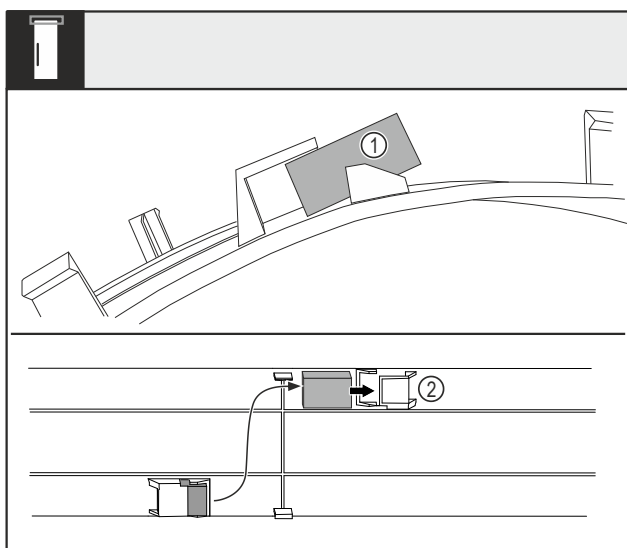

Fig. 5
- Përkulni kapakun mbulues dhe nxirrni jashtë nga foleja magnetin e derës Fig. 5 (1).
- Futni brenda magnetin e derës në fole në Fig. 5 (2) tjetër.